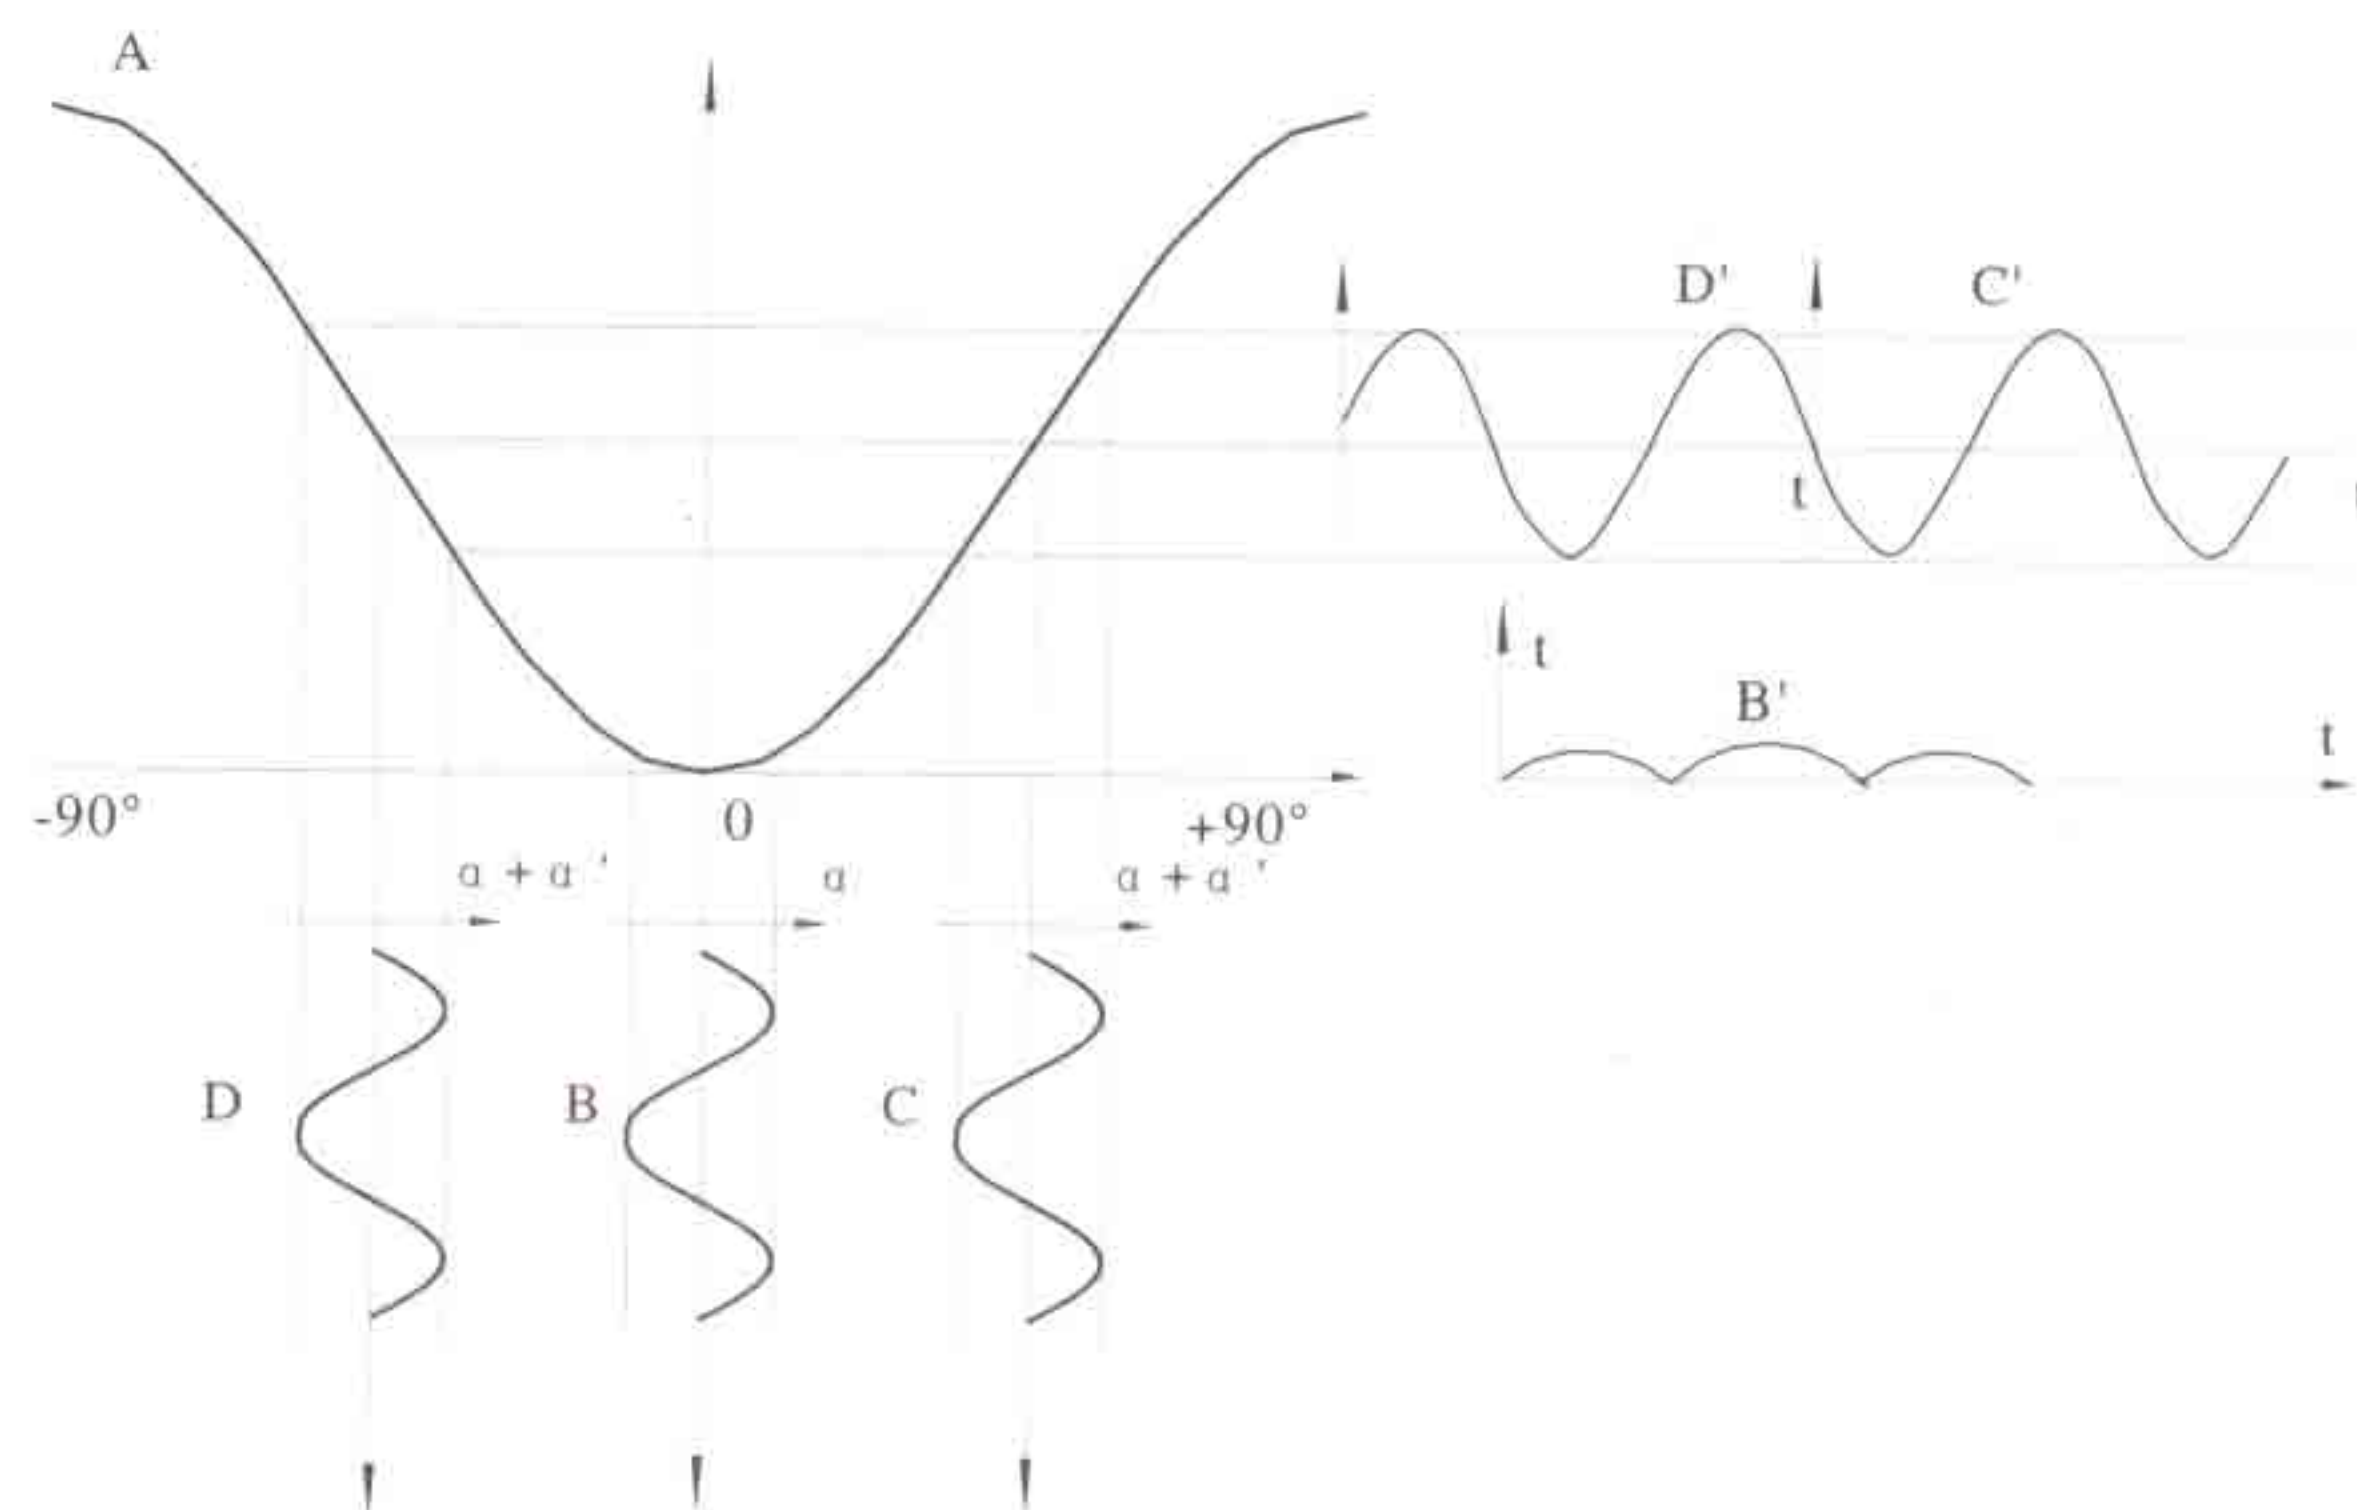

图1
如图 1 曲线 A 所示
a)在正交位置时可得图 1 曲线 B 与 B' 光强信号为某一恒定的光强迭加一个频率为 2f 的交变光强。
b)向右偏离正交位置时可得图 1 曲线 C 与 C' 光强信号为某一恒定的光强迭加一个频率如 f 的交变光强，见曲线 C'。
c)向左偏离正交位置时，可得图 1 曲线 D 与 D' 光强信号为某一恒定的光强，迭加一个频率为 f 的交变光强，见曲线 D'，但交变光强的相位正好与向右偏离正交位置时的交变光强信号相位相反。